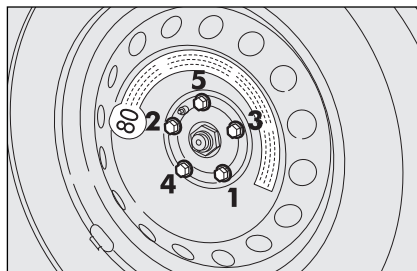

fig. 11
- draai met de bijgeleverde sleutel de wielbouten kruiselings vast, in de volgorde die in **fig. 11** wordt aangegeven.
- zet de auto omlaag en verwijder de krik, draai vervolgens met behulp van de bijgeleverde sleutel de bouten in de hiervoor voor het reservewiel aangegeven volgorde **fig. 11** vast.